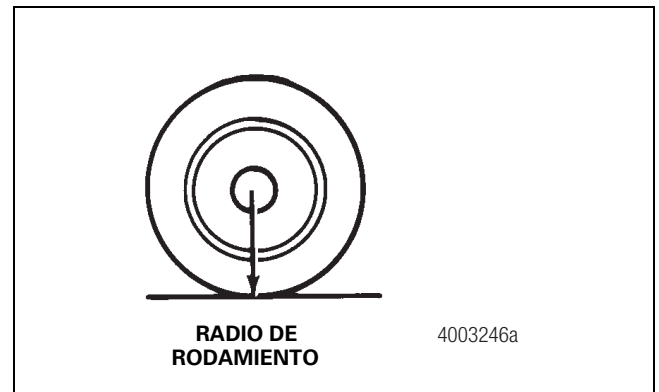

Figura 8.2
- Los radios de rodamiento de un juego de neumáticos dobles de un extremo de rueda no coinciden en un área de 0.125 pulgada (3.1 mm). Figura 8.2.